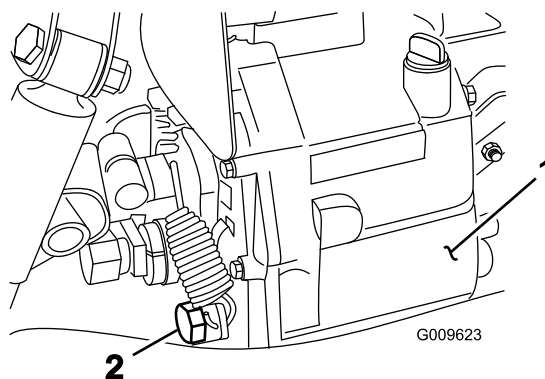

Figura 72
- Togliete la valvola di spurgo situata sul fianco del serbatoio e lasciate defluire il fluido idraulico in una bacinella (Figura 72).